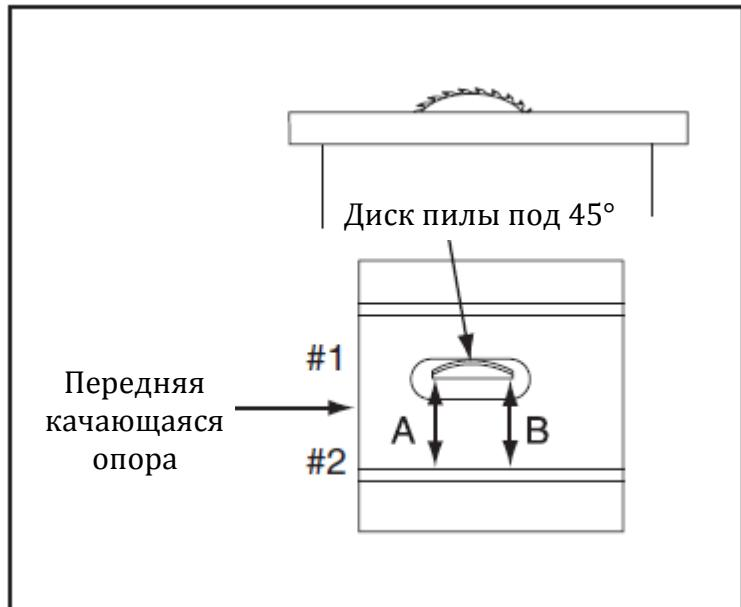

Рис. 72. Снятие регулировочных прокладок, схема А
- Если расстояние А больше расстояния В, снять одну прокладку с каждой стороны передней качающейся опоры (№1 и №2, рис. 72).